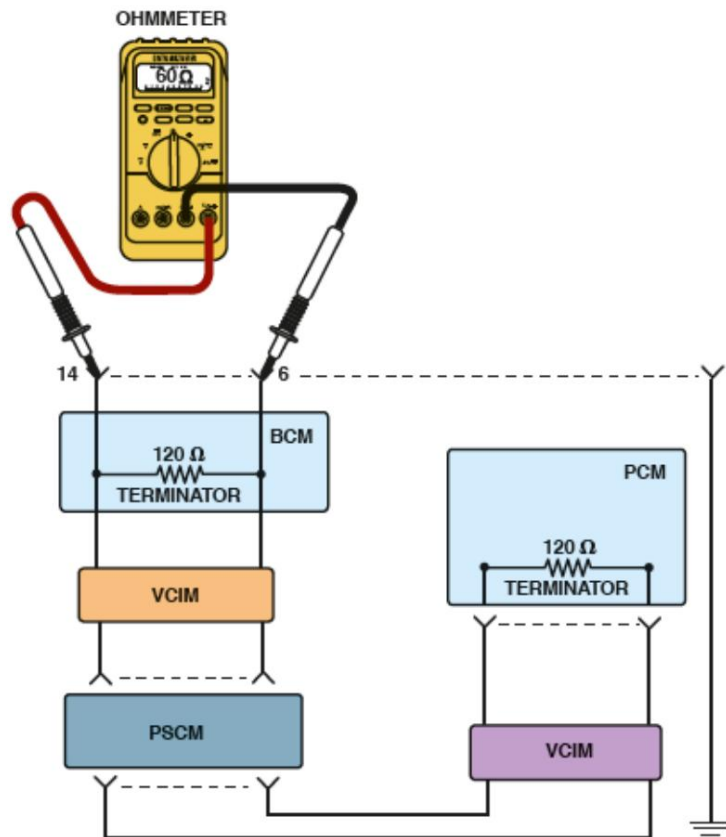

Figura 29. Las dos resistencias de terminación de 120  $\Omega$  en paralelo deben leer 60  $\Omega$ .
PASO 3: Verifique la resistencia de las resistencias de terminación. La mayoría de los sistemas BUS de alta velocidad utilizan resistencias en cada extremo, llamadas resistencias de terminación. Figura 29.